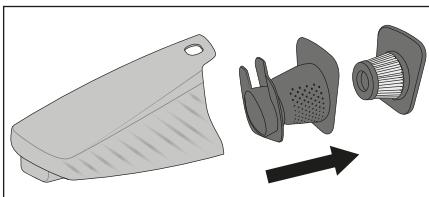

Fig. 4
① REMARQUE
- Pour obtenir d'excellents résultats, videz le bac à poussière ⑦ et nettoyez le filtre EPA ⑤ régulièrement.
- Si vous avez besoin d'un nouveau filtre EPA ⑤, veuillez vous adresser à notre service après-vente (voir chapitre **Commander des pièces de rechange**).
- 1) Pour ouvrir le bac à poussière ⑦, retirez la partie portable ③ de la cavité pour la partie portable ⑬.
- 2) Appuyez sur la touche de déverrouillage ▲ ④ et tirez en même temps le bac à poussière ⑦ en avant.
- 3) Commencez par sortir le filtre EPA **5** et ensuite le filtre grossier **6** hors du bac à poussière **7** (fig. 4). Tapotez ces deux pièces au-dessus d'une poubelle ou similaire. Si nécessaire, vous pouvez rincer le filtre EPA **5** à l'eau claire. Ensuite, laissez-le sécher entièrement à l'air.